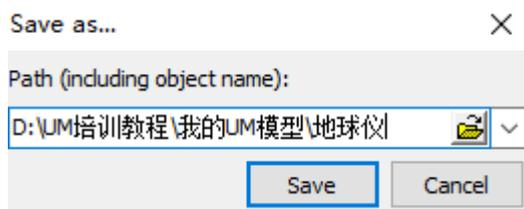

图 2-4
- 4) 选择主菜单 **File** → **Save as...**，将模型另存为，在弹出窗口删除缺省路径，直接输入包含模型名称（万向地球仪）的模型路径“**D:\UM 培训教程\我的 UM 模型\地球仪**”，当然也可通过按钮 ▼ 选择其他路径，如图 2-4。